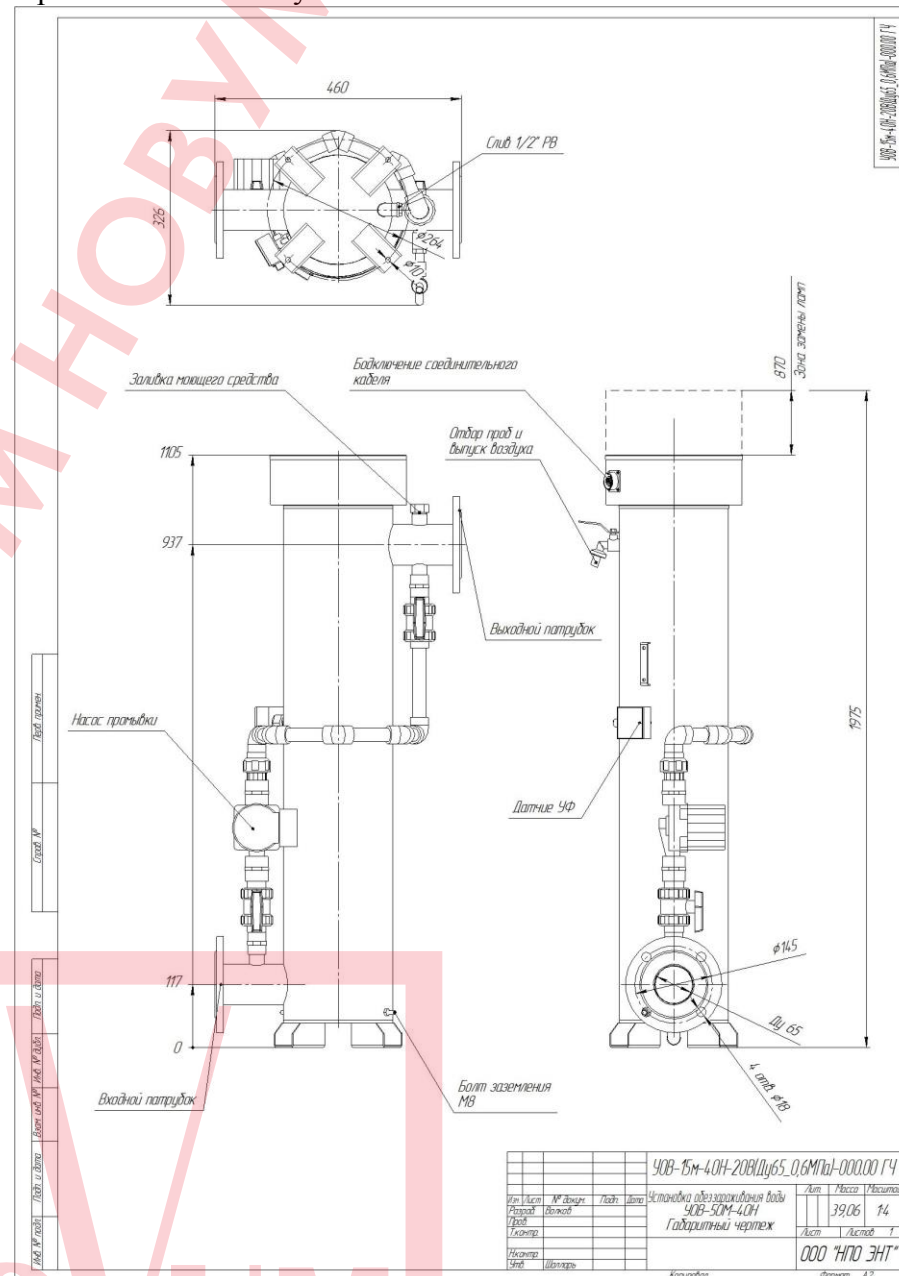

Рисунок 1 - УОВ-15м-40Н. Габаритный чертеж
2.2.5 Промывка БО установки от осадочных загрязнений производится циркуляцией моющего раствора по байпасной системе с помощью насоса устройства промывочного, подсоединенного к патрубкам, размещенным на патрубках входа в БО и выхода воды (рисунок 1). При промывке краны промывки открыты, при работе установки – перекрыты.